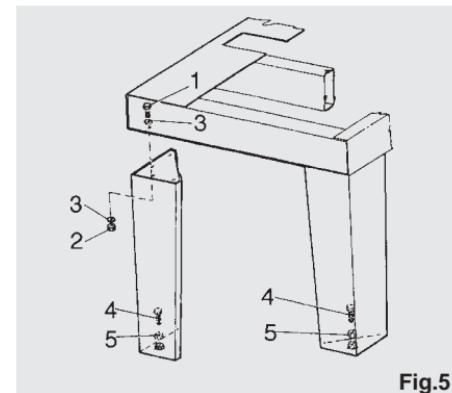

Fig.5
ved at man drejer skruerne (4). Når bænkens overside er vandret i begge retninger, spændes kontramøtrikkerne (fig. 5).